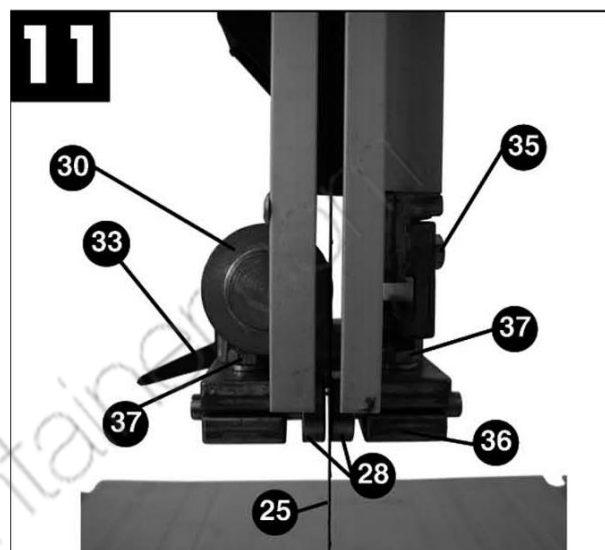

Figura 14 – Cuscinetto superiore.
- Ruotare la vite di tensionamento (9 Figura 14) in senso orario per tensionare la lama (25).
- La corretta tensione della lama può essere verificata applicando una pressione laterale alla lama con un dito alla mezzeria tra le due pulegge della lama. Dovrebbe essere possibile piegare la lama (25) solo leggermente di circa 1-2 mm.